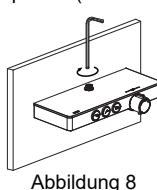

Abbildung 8
- g) Bringen Sie die Glasabdeckung wieder an und verbinden Sie den Anschluss der Steigleitung wieder mit dem Thermostat-Duschpaneel (Abbildung 8).